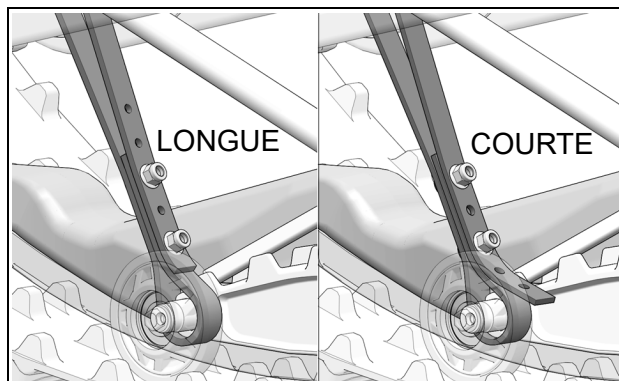

Figure 18
- Glisser la courroie vers le bas ou vers le haut de façon à aligner les trous de la position désirée aux boulons de la courroie. Figure 18.